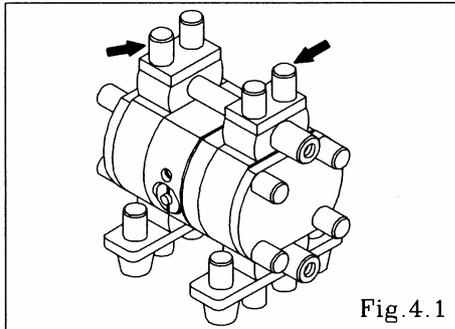

Fig.4.1
- Retire las 8 tapas de ambos lados del tirante vertical. [Fig. 4.1]